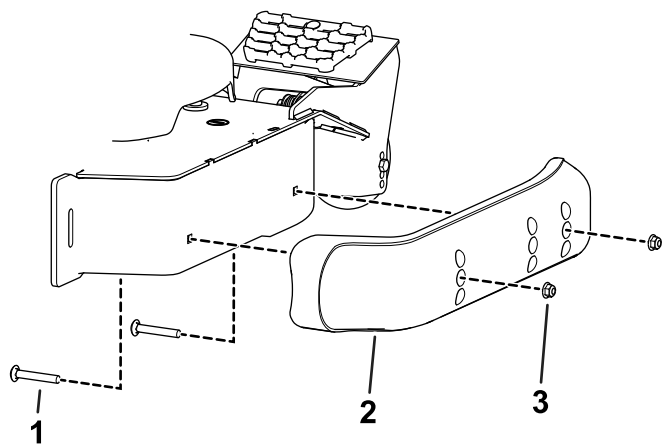

图 14
3. 将防滑块移到所需位置并用凸缘头螺栓和螺母将其固定到滚刀组图 14。